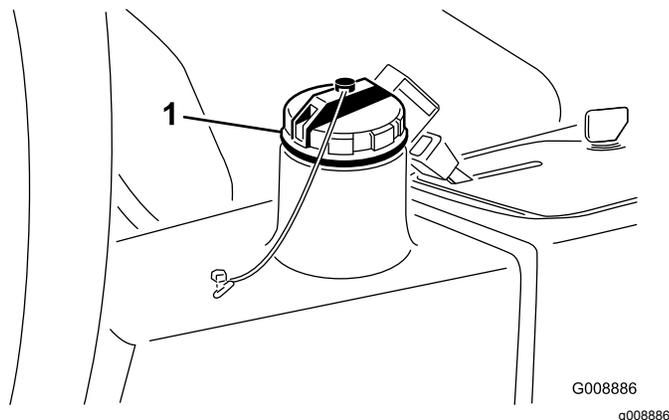

图41
2. 清洁液压油箱加油颈和油箱盖周围的区域图41并取下油箱盖。